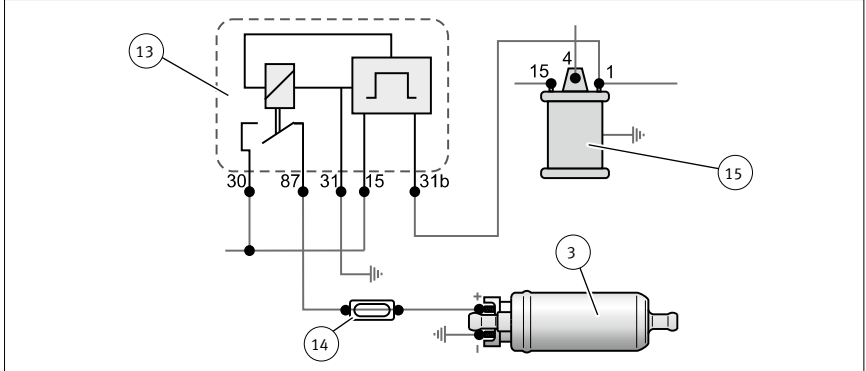

Abb. 5/ Fig. 5/ Puc. 5/图5
- 在加装电动燃油泵时规定安装一个安全开关 (图 5)。
- 当发动机停机,点火开关保持打开的情况下,断路继电器 (13) 会关闭燃油泵 (例如发动机熄火,发生事故时)。